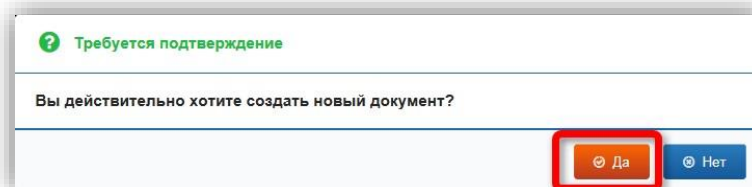

Рисунок 167 – Подтверждение создания документа
- В появившемся окне нажмите кнопку «Да», чтобы подтвердить создание документа (рис. 167).